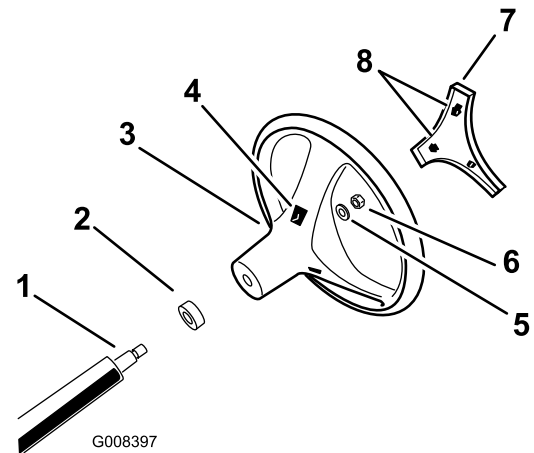

Figura 3
4. Fixe o volante ao eixo, utilizando a porca de bloqueio (Figura 3). Aperte a porca de bloqueio com uma força de 24 a 91 N m.
5. Alinhe as patilhas da tampa com as ranhuras no volante e coloque a tampa no volante (Figura 3).